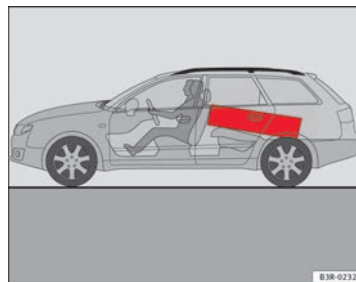

Fig. 116 Los objetos pesados deberían transportarse lo más adelante posible.
- Los objetos pesados deberían transportarse lo más adelante posible ⇒ fig. 116.